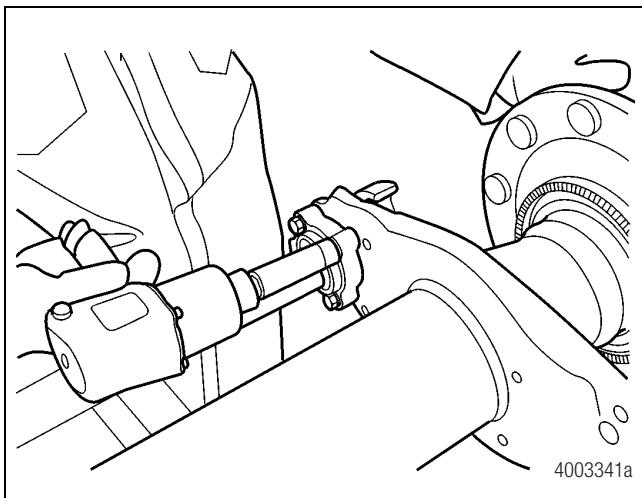

Figura 11.60
6. Apriete los cuatro pernos para llevar el portabuje apernado hasta su posición asentada. Figura 11.60.